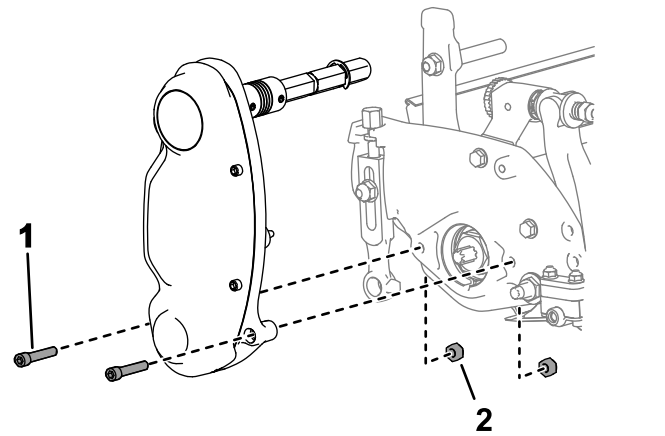

Bild 6
1. Entfernen Sie die Befestigungsmittel, mit denen die Spindeltriebsbaugruppe an der Seitenplatte befestigt ist (**Bild 6**).
2. Entfernen Sie die Muttern von der Innenseite der Seitenplatte (**Bild 6**).